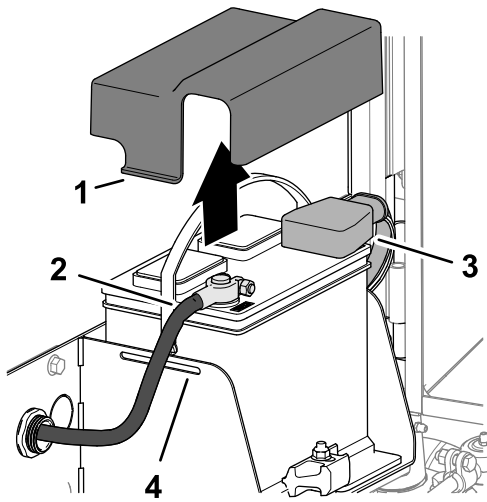

Figura 131
3. Presione los lados de la tapa de la batería y retire la tapa de la bandeja de la batería (Figura 131).